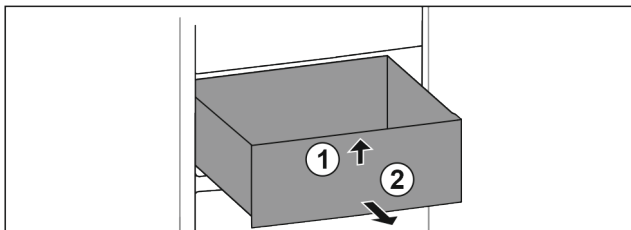

Fig. 38
- Løft skuffen foran. Fig. 38 (1)
- Ta ut skuffen framover. Fig. 38 (2)